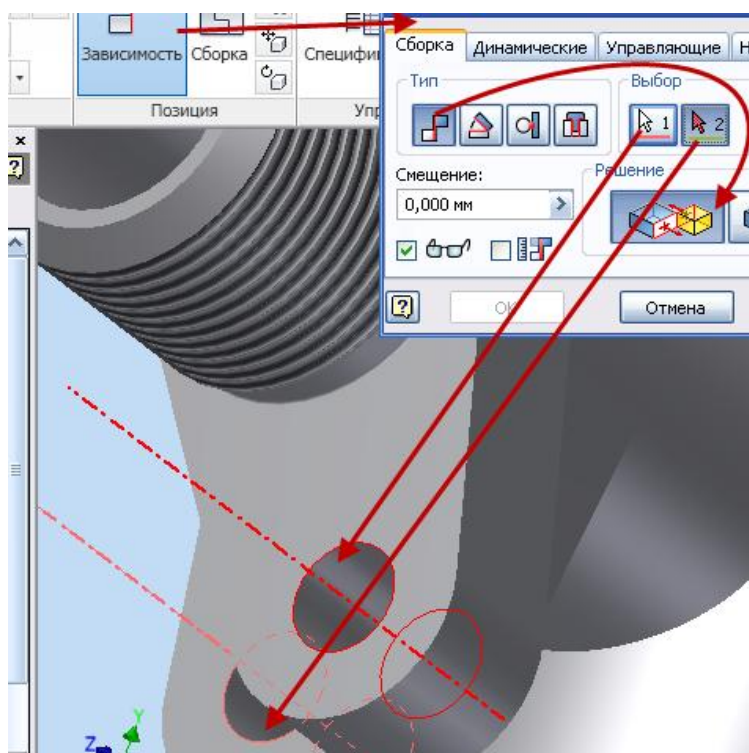

Рис. 3.72. Фиксация оси крепежных отверстий
- Необходимо совместить оси крепежных отверстий корпуса и пробки. Для этого в диалоговом окне **Зависимость в сборке** выберите в поле тип →  **Совмещение** → в поле **Решение** →  (**Совмещение**) (рис. 3.72).